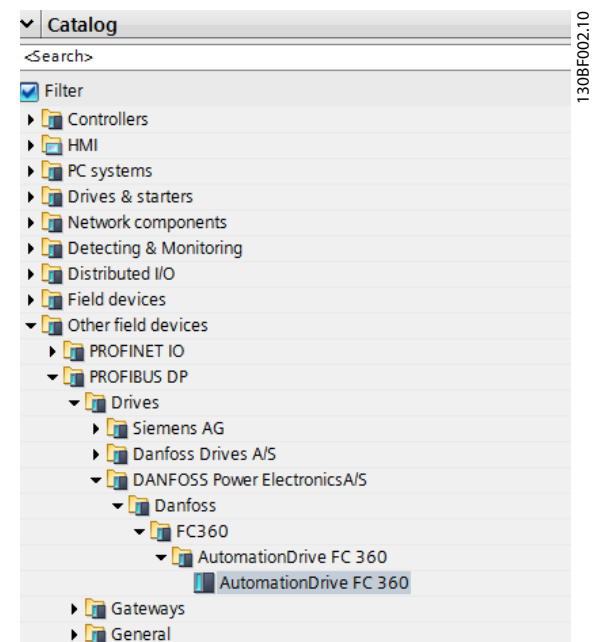
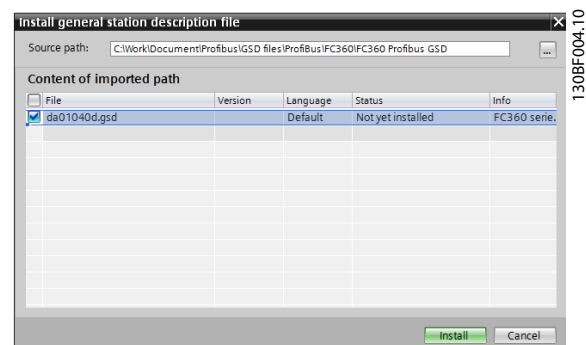

Рисунок 3.3 Импорт GSD-файла и образа
Рисунок 3.4 Добавление GSD-файла
3. Используйте браузер для GSD-файла, установите все файлы, а затем импортируйте GSD-файл и образ устройства в каталог оборудования. См. *Рисунок 3.3* и *Рисунок 3.4*.